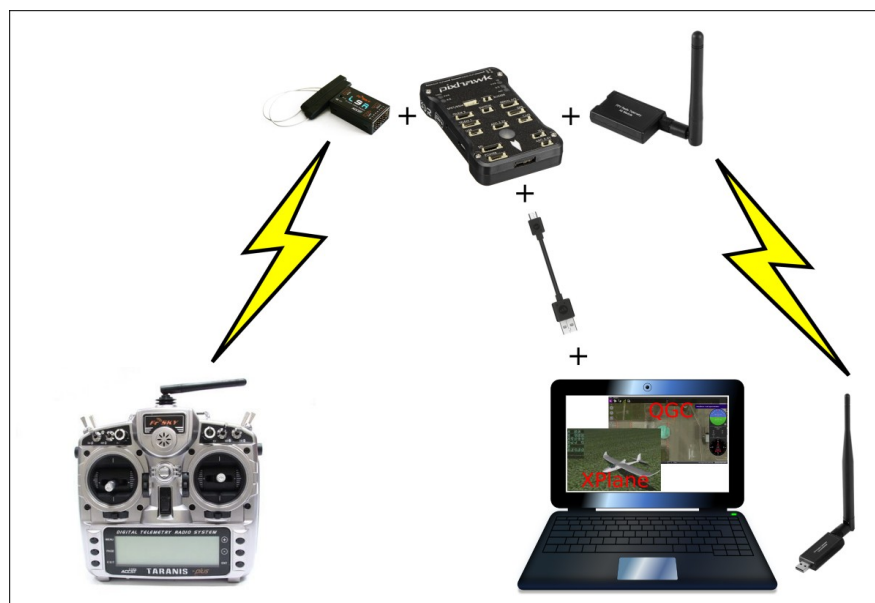

Figura 3.1: Esquema da arquitetura de HITL montada.
A Figura 3.1 mostra a Estação de Controle de Solo (GCS) rodando os softwares QGroundControl e XPlane. O transmissor de Rádio Controle (RC) se comunica com o